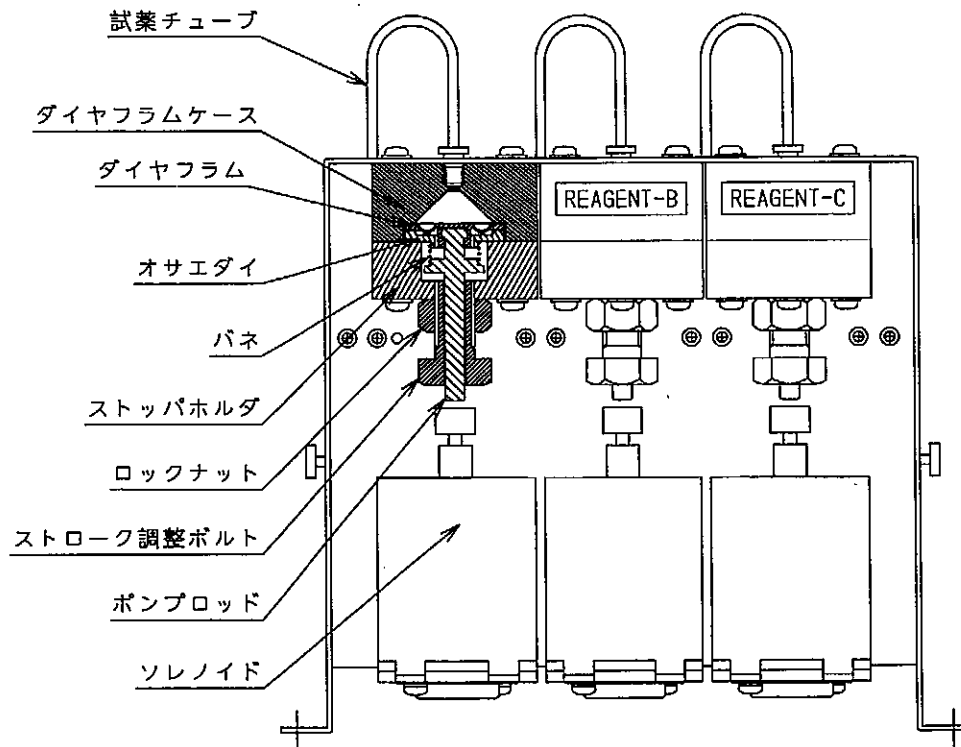

図1.12 試薬注入ポンプ
2. 図1.12を参照しながら、試薬チューブのダイヤフラムケース側の継ぎ手を外す。